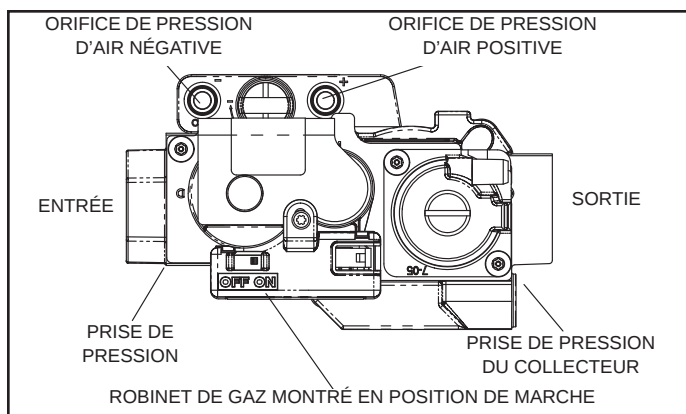

Figure 46. Robinet de gaz
Voyez la Figure 46.
6. Placez l'interrupteur du robinet de gaz sur OFF (arrêt). Voyez la Figure 46 .
8. Placez l'interrupteur du robinet de gaz sur ON (arrêt). Voyez la Figure 46.